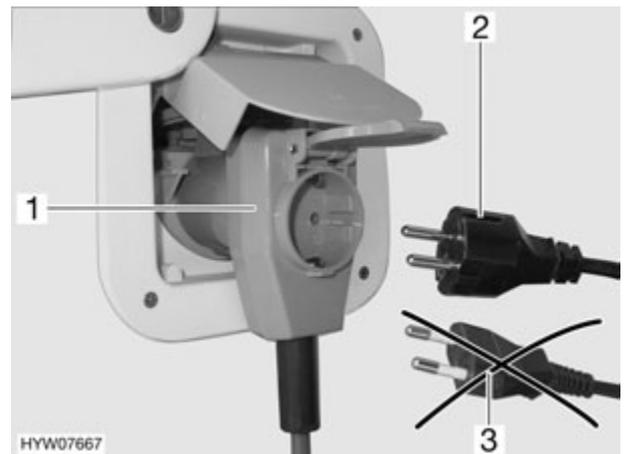

Fig. 114 Raccordement à un adaptateur coudé avec prise de courant
- ▶ Lors de l'utilisation d'un adaptateur coudé CEE 17 muni d'une prise à l'arrière (Fig. 114,1), se servir uniquement d'un connecteur en caoutchouc et scellé IP 44 avec contact de mise à la terre (Fig. 114,2). Ne pas utiliser de connecteur sans contact de mise à la terre (Fig. 114,3). Danger d'électrocution !